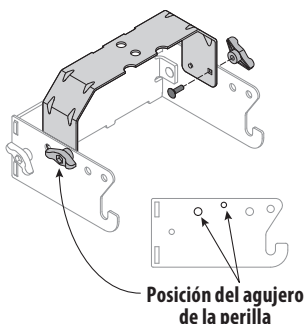

Figura 2
2. Dé la vuelta al conjunto y monte el soporte de apoyo del enganche en el soporte de apoyo universal (783-08129) utilizando dos pernos de carro (710-0276) y perillas de mariposa (720-04122) del paquete de herrajes 689-02364. Consulte Figura 2.
NOTA: Use los dos orificios más cercanos al montaje transversal, vea la Figura 2. El soporte del soporte del enganche deberá ser volteado para permitir la alineación de los orificios adecuados.